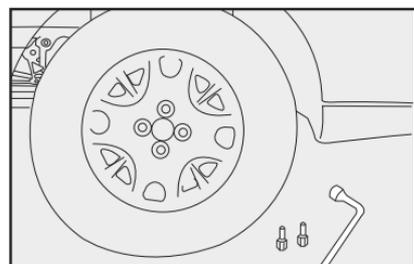

fig. 23
11) Apertar os parafusos utilizando a chave de roda específica **fig. 23**;